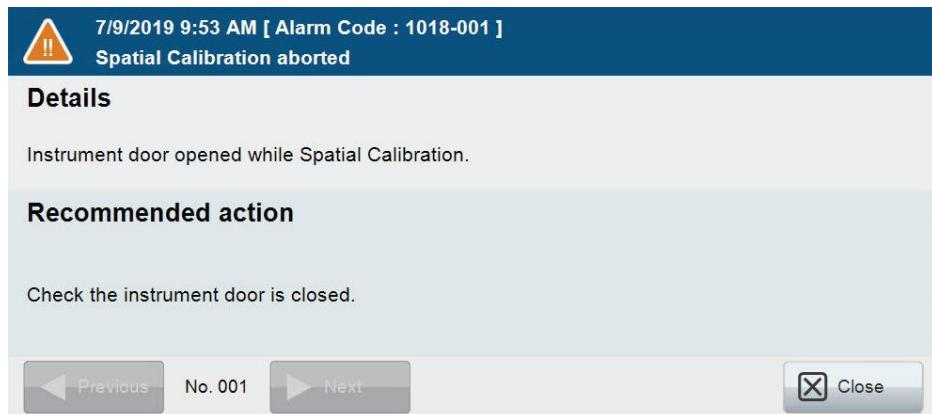

図 179 Alarm Detail 画面
3. Alarm List 画面の **Detail** ボタンを選択し、アラームの詳細（図 179）を確認してください。
4. Alarm Detail 画面（図 179）の Recommended Action と Details に表示されている情報を確認してください。必要な是正措置を実行し、表示された情報に対処してください。セクション 11 のエラーコードと対処リストをご参照ください。